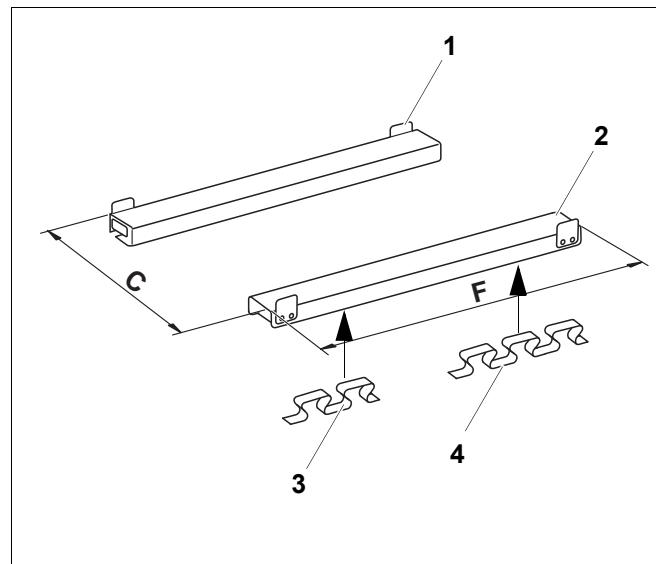

Рис. 3 Звукопоглощающая подставка
- Длинную звукопоглощающую скобу (рис. 3, **поз. 4**) положите спереди под швеллер, а короткую скобу (рис. 3, **поз. 3**) – сзади под швеллер (рис. 3, **поз. 2**).
- Установите котел на подставку и выровняйте его. При этом подставка под котел должна быть заподлицо с его задней стенкой. Упорные пластины (рис. 3, **поз. 1**) должны прилегать к швеллеру котла.
Экспликация к рис. 3